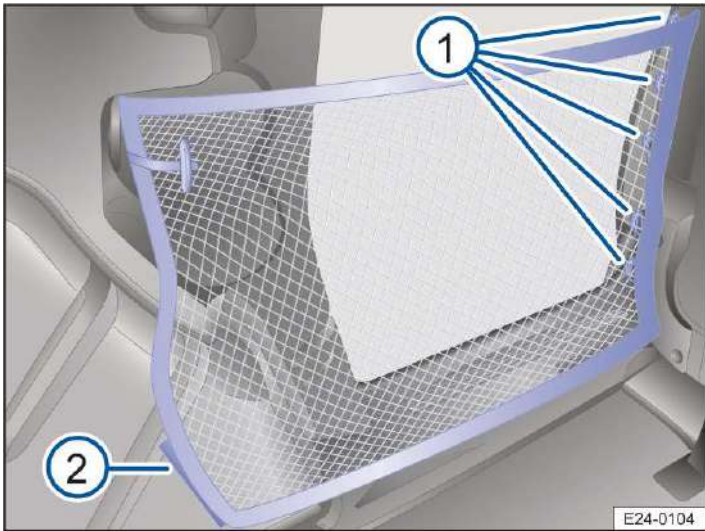

Abb. 1 Rückhaltenetz eingehängt.
3. Die fünf Halteösen in die Halterungen am Sitzgestell → Abb. 1 ① an der flexiblen Trennwand einhängen.
4. Hinteren unteren Teil des Rückhaltenetzes am Klettverschluss → Abb. 1 ② befestigen.